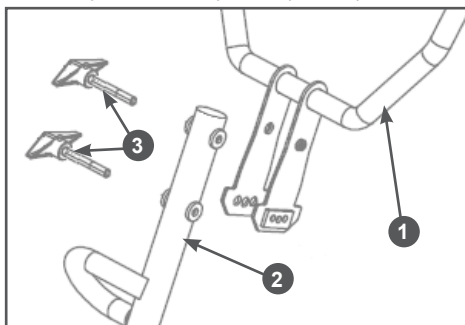

Рис. 4 Установка рабочих рукояток
6. Установите рабочие рукоятки 1 на стойку 2 (Рис. 4). Совместите отверстия в рукоятках и стойке, вставьте болты 3 и закрутите их до упора (Рис. 4).